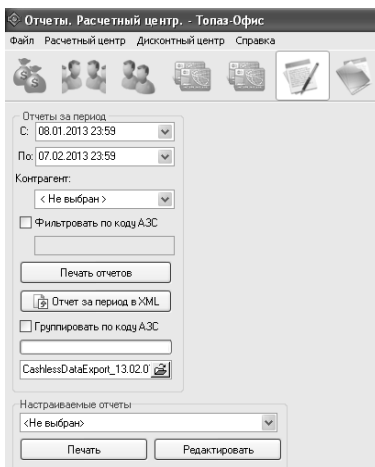

Рисунок 9
3.1 Программа "Топаз-Офис" позволяет снимать отчеты по контрагентам, видам топлива, АЗС, картам и зачислениям/списаниям средств. Для этого необходимо перейти на вкладку "Отчеты. Расчетный центр" (рисунок 9).